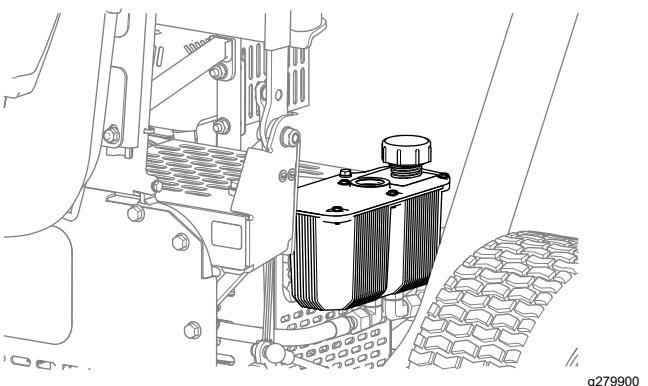

Figura 38
4. Coloque el tapón del depósito (Figura 38).
2. Retire el tapón del depósito hidráulico (Figura 38).